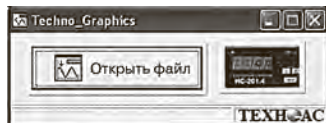

рис.16
1) Запустить программу TG. На экране ПК откроется диалоговое окно (рис. 16)